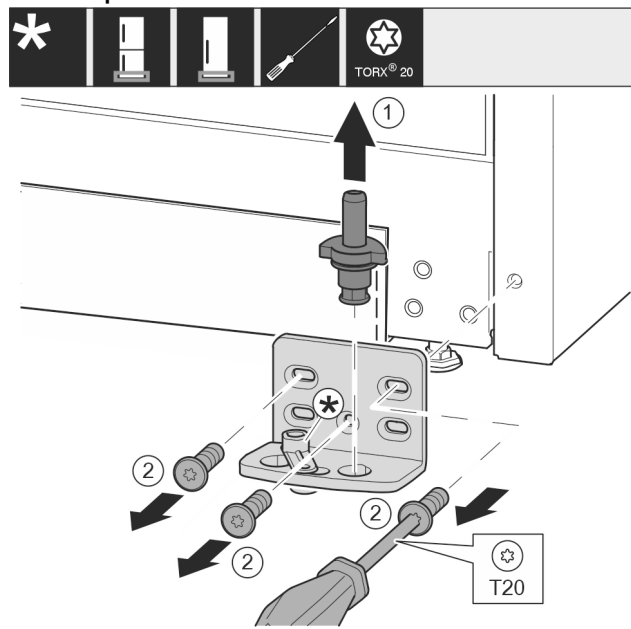

Fig. 12
- ▶ Ta ut hela lagerbulten genom att dra den uppåt. Fig. 12 (1)
- ▶ Skruva ut skruvarna med en skruvmejsel T20 och ta av lagerbocken. Fig. 12 (2)